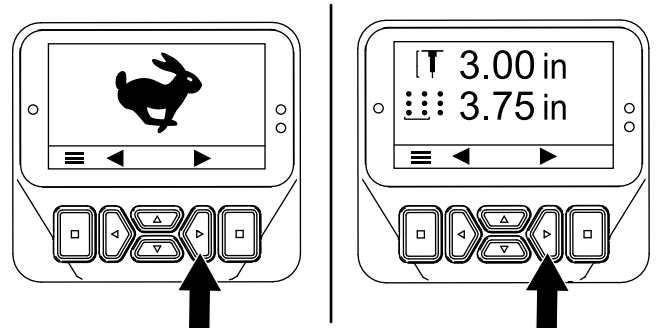
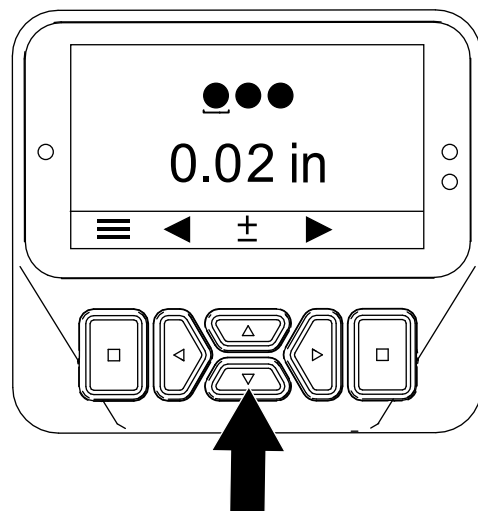

Bild 55
Bild 56
3. Drücken Sie die Taste „nach rechts“, bis der Bildschirm „Einstellen des Tines-Durchmessers“ angezeigt wird (Bild 55 und Bild 56).
4. Stellen Sie den Tinesdurchmesser mit den Tasten „nach oben“ und „nach unten“ (Bild 56) wie folgt ein: